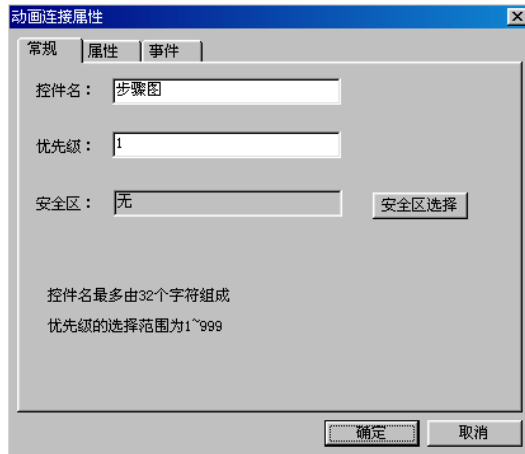

图 14.68 动画连接属性
4. 设置控件名称和函数：在组态王 7.0 中每一个控件必须要有一个唯一的名称。双击该图表控件，弹出动画连接属性对话框，如下图 14.68 所示。